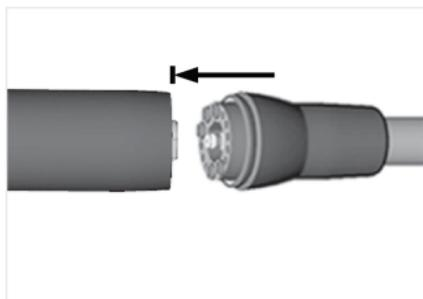

FIG. 2
2. Den Motor an den spezifischen Schlauch (mit Anschlussstyp MX2) anschließen, siehe ABB. 2.